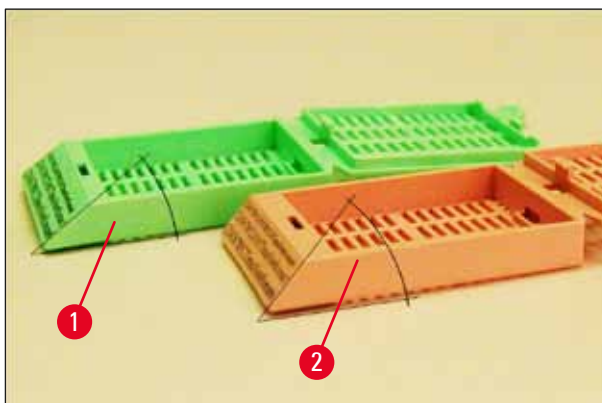

Fig. 8
- Vinkeln (→ "Fig. 8"), som mäts från underkanten, kan vara 35° (→ "Fig. 8-1") eller 45° (→ "Fig. 8-2").